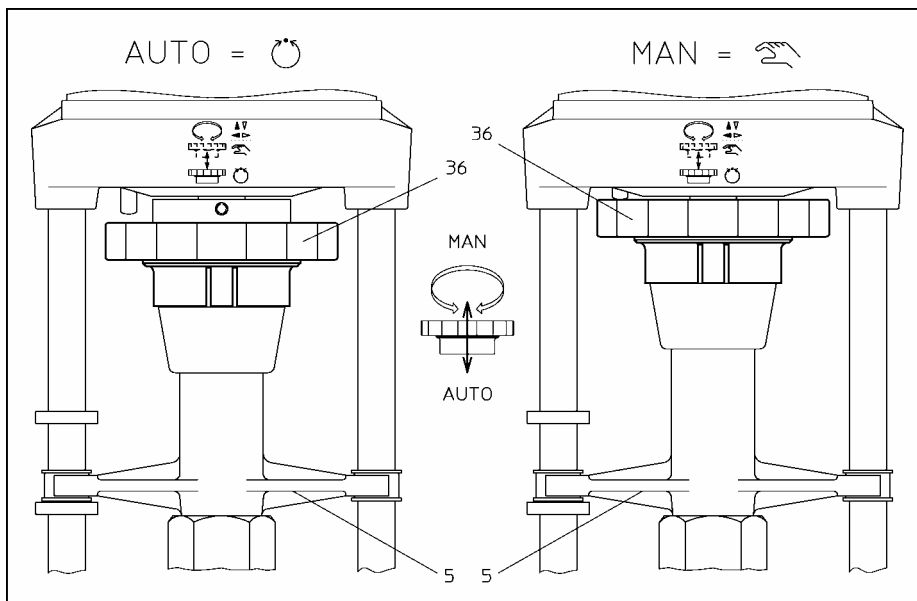

Bild 13: Handrad (36) zur Betriebsartwahl MAN / AUTO
1. Handrad (**36** Bild 13) in Stellung **MAN** (manuelle Handverstellung) schieben.
3. Anschließend kann die Spindelmutter durch Drehen des Handrades (**36**) in die gewünschte Position gefahren werden, Sichtkontrolle über die Kupplungsstellung (**5** Bild 13).
1. Handrad (**36** Bild 13) in Stellung AUTO (Automatik) schieben.